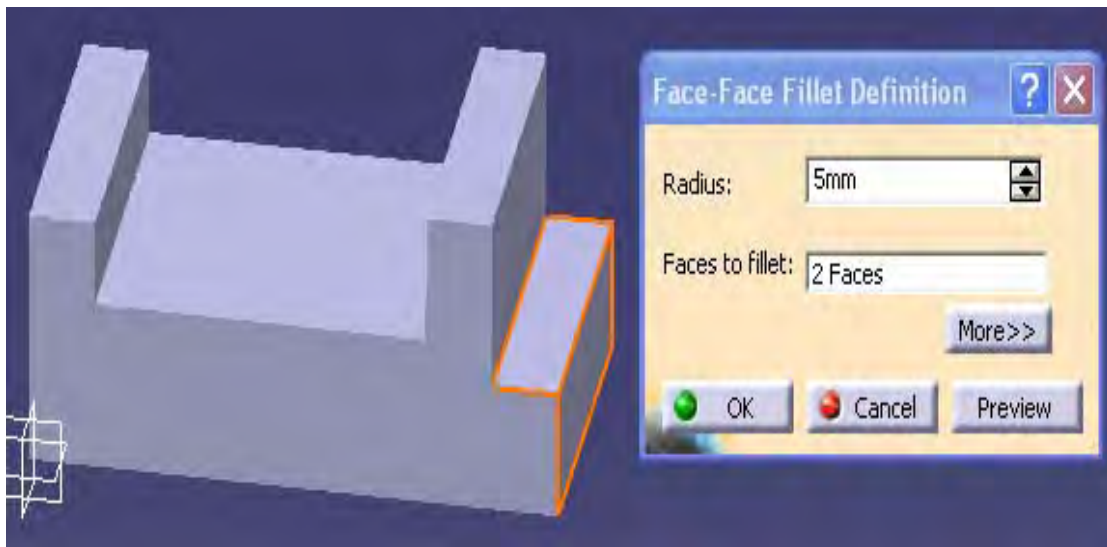

Figura 4.50 APLICACIÓN DE FACE FACE FILLET
4.-Se selecciona la herramienta FACE-FACE FILLET, aparece un cuadro en el cual se introduce el radio (5mm) y se seleccionan las caras a las cuales se aplica el Fillet como se muestra en la figura 4.50